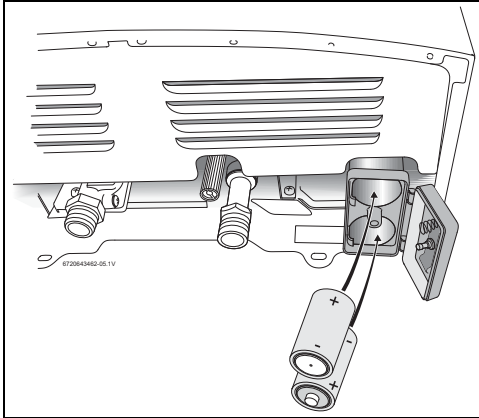

Fig. 16
- ▶ Introducir las dos baterías LR 20 de 1,5 V en la caja correspondiente (Fig. 16).